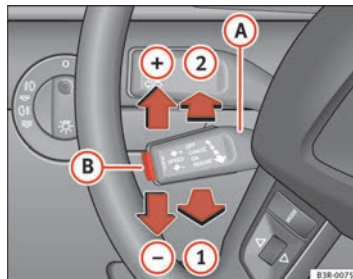

Abb. 151 Bedienungselemente der Geschwindigkeitsregelanlage ▶
- Ziehen Sie den Hebel **(A)** in Position \Rightarrow Abb. 151 **(1)**, um die Anlage einzuschalten.
- Drücken Sie den Hebel **(A)** nach oben in Richtung \Rightarrow Abb. 151 **(+)**.
- Drücken Sie den Hebel **(A)** nach unten in Richtung \Rightarrow Abb. 151 **(-)**.
- Durch kurzes Drücken des Hebels **(A)** nach oben in Richtung \Rightarrow Abb. 151 **(+)** wird die gewünschte Geschwindigkeit um etwa 2 km/h erhöht.
- Durch kurzes Drücken des Hebels **(A)** nach unten in Richtung \Rightarrow Abb. 151 **(-)** wird die gewünschte Geschwindigkeit um etwa 2 km/h verringert.
Falls beim vorübergehenden Ausschalten keine gewünschte Geschwindigkeit gespeichert war, können Sie eine neue gewünschte Geschwindigkeit wie folgt speichern: Fahren Sie mit der gewünschten Geschwindigkeit und drücken Sie dann kurz die Drucktaste ⇒ Seite 188, Abb. 151 **(B)** (SET).
- Drücken Sie den Hebel **(A)** ⇒ Seite 188, Abb. 151 in Position **(2)** (gerastet).